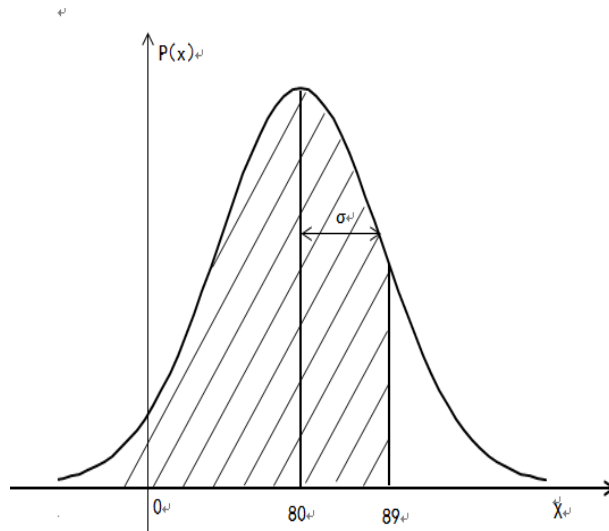

图 4-13
解: ①因为  $x$  服从正态分布, 首先画出正态分布图如下图 4-13 所示, 根据  $Z = \frac{X - \mu}{\sigma}$  转化为标准正态分布, 由图 4-13 可以理解画斜线的区域就是  $x \leq 89$  的概率。
②根据公式  $Z = \frac{X - \mu}{\sigma} = \frac{89 - 80}{4} = 2.25$ , 根据标准正态分布函数表可查得当  $Z = 2.25$  时,  $\Phi(2.25) = 0.9878$ 。所以  $x \leq 89$  的概率为 98.78%。